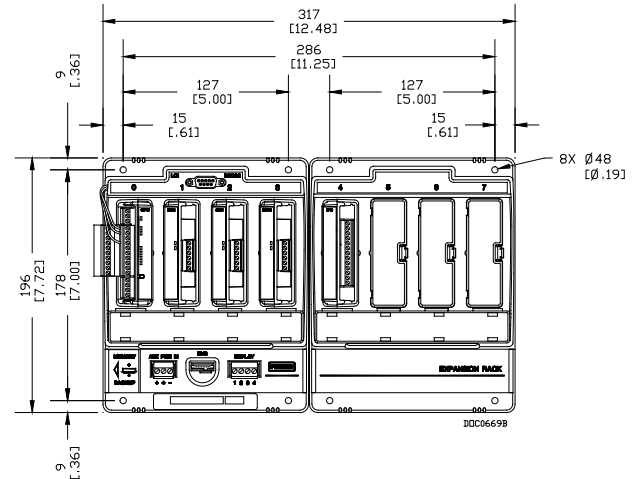

Figura 4. Dimensões do rack de expansão e do FB107
- Unidade principal e rack de expansão.** Posicione a unidade principal dentro da placa de montagem do invólucro e localize os furos de montagem da placa, usando o FB107 como modelo. Consulte a Figura 4 para saber as dimensões da unidade principal com o rack de expansão. Perfure e cubra os orifícios dentro da placa de montagem com uma tampa rosqueada de 8-32 UNC. Coloque a unidade principal sobre os orifícios cobertos e prenda-o à placa com quatro parafusos de comprimento 8-32 UNC x 1,00 pol., fornecidos. Não aperte completamente. Conecte o rack de expansão dentro da unidade principal e marque as localizações dos orifícios da montagem do rack, enquanto o mantém dentro da posição. Cuidadosamente, remova o rack de expansão e, então, perfure e cubra os orifícios dentro da placa de montagem com uma tampa rosqueada de 8-32 UNC. Conecte o rack de expansão dentro da unidade principal e à placa com quatro parafusos de comprimento 8-32 UNC x 1,00 pol., fornecidos. Aperte os oito parafusos com torque de aproximadamente 1,1 a 1,4 N-m.